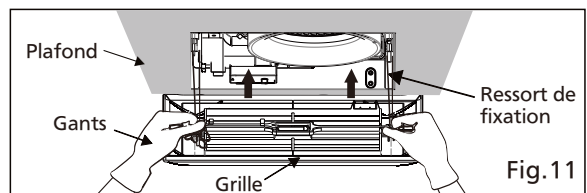

Fig.11
14. Insérez l'autre ressort de montage dans la fente comme illustré et fixez la grille au boîtier du ventilateur. (Voir Fig.11)